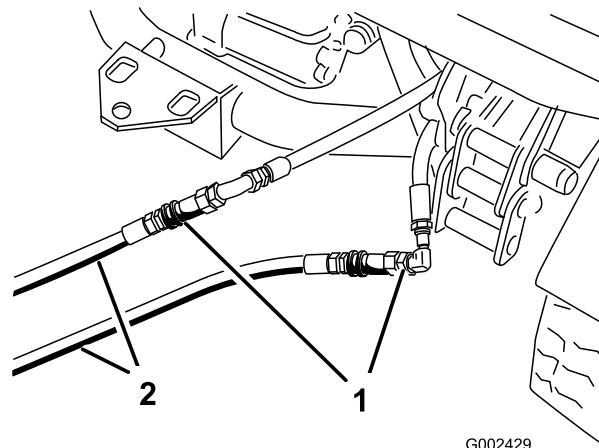

Figura 72
3. Sul veicolo in panne collegate i due tubi d'intervento ai tubi scollegati in precedenza (Figura 72). Applicare un tappo sui raccordi inutilizzati.